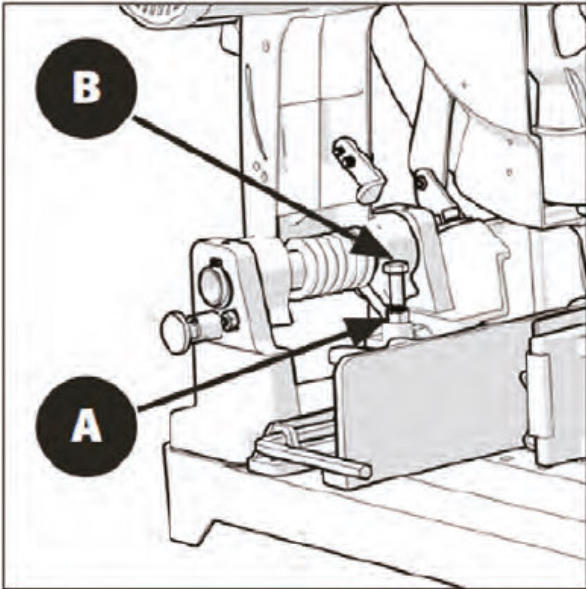

Abb.6-3: Einstellen der Schnitttiefe
- Lösen Sie die Mutter an der Schnittbegrenzung (siehe Abb. 6-3, A).
- Drehen Sie die Schraube gegen den Uhrzeigersinn, um die Schnitttiefe zu verringern (siehe Abb. 6-3, B).